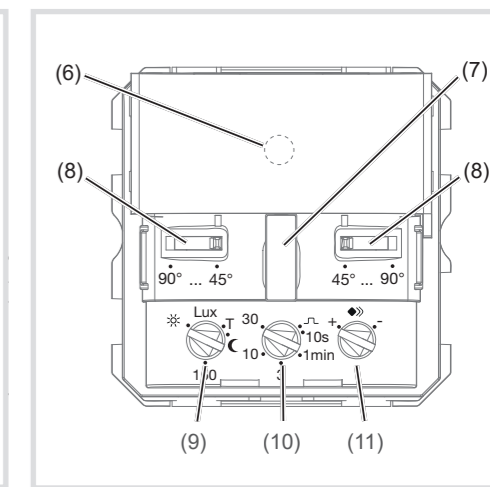
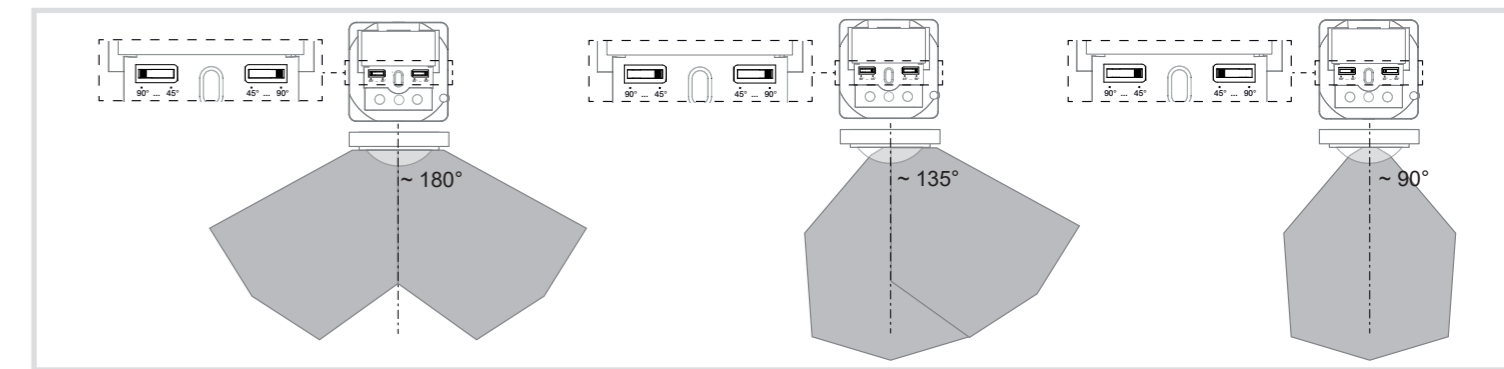

Bild 8: Bedien- und Einstellelemente
Bild 9: Einstellung des Erfassungswinkels
Übersicht über Bedien- und Einstellelemente (Bild 8)
Der Erfassungswinkel kann für die rechte und für die linke Seite je Einsteller (Bild 8, 8) zwischen 45° ... 90° eingeschränkt werden. Somit kann der Erfassungswinkel zwischen 90° und 180° liegen (Bild 9).
- Potenziometer Ansprechhelligkeit (Bild 8, 9) auf Position Test (T) einstellen.
Potenziometer Ansprechhelligkeit (Bild 8, 10) in die gewünschte Position drehen.
- Potenziometer Nachlaufzeit (Bild 8, 10) in die gewünschte Position drehen.
- Potenziometer Empfindlichkeit (Bild 8, 11) in die gewünschte Position drehen.
- Potenziometer Ansprechelligkeit (Bild 8, 9) in Position Test (T) drehen.